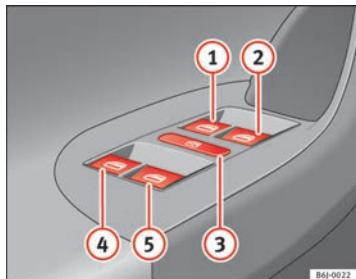

Fig. 51 Detalle de la puerta del conductor: mandos para las ventanillas delanteras y traseras
Las teclas →fig. 51 ①, ②, ④ y ⑤ tienen dos posiciones para la apertura de las ventanillas y otras dos para el cierre. De este modo es más fácil controlar las operaciones de apertura y cierre.